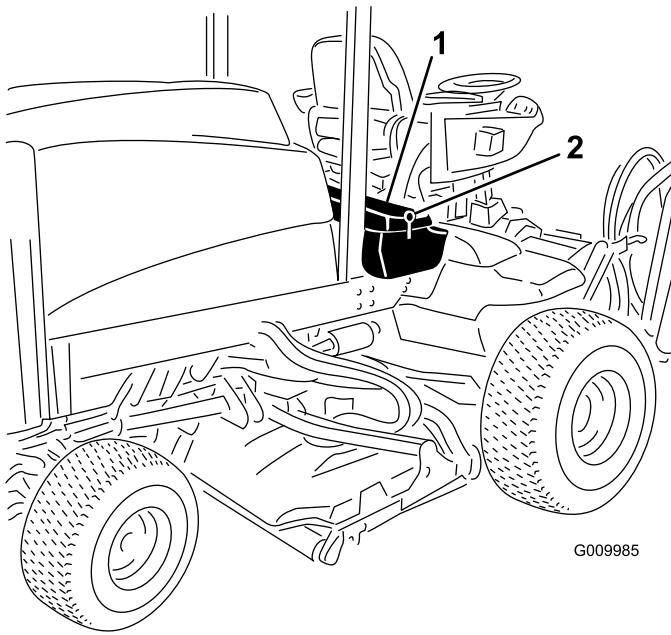

Figure 48
1. Déverrouillez et soulevez le panneau de la console (Figure 48).